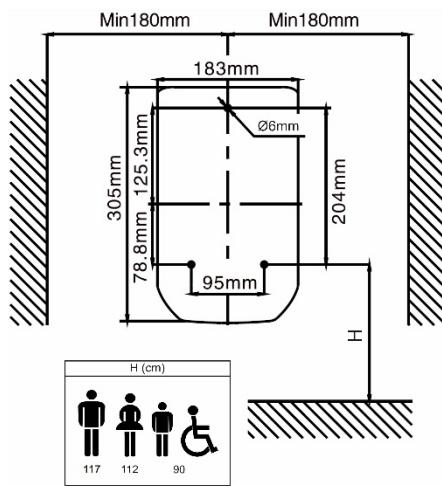

Fig. 3
- [Fig. 3] Assurez vous que le futur emplacement de l'appareil respecte les mesures de sécurité indiquées. Nous vous recommandons d'installer l'appareil à une hauteur différente selon qu'il sera utilisé dans des toilettes pour hommes, femmes, enfants et handicapée.